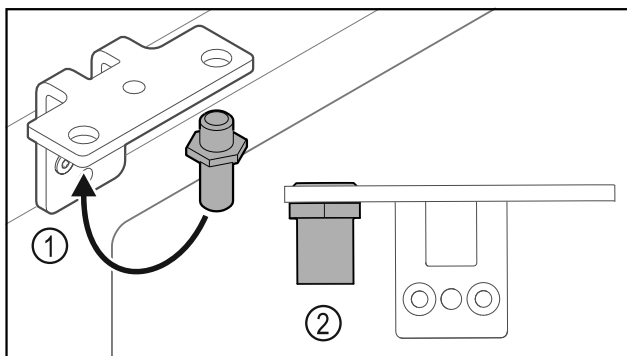

Fig. 38
- Helyezze át a csuklópántban a csapszeget Fig. 38 (1).
- Húzza meg a csapszeget Fig. 38 (2) **12 Nm-es forgatónyomatékkal**.